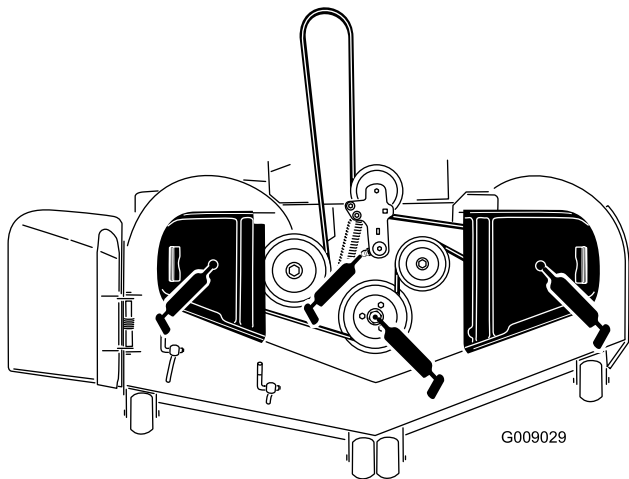

Figure 46
3. Graissez le pivot de la poulie de tension du tablier de coupe jusqu'à ce que la graisse ressorte par le bas (Figure 46).
4. Lubrifiez les roulements des 3 axes jusqu'à ce que la graisse ressorte (Figure 46).
5. Graissez le bras de la poulie de tension de la courroie d'entraînement (Figure 46).